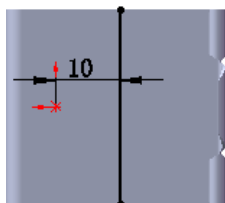
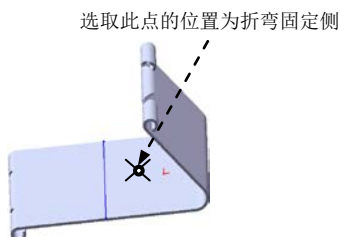

图 5.16 折弯线
图 5.17 要选取的固定侧
② 定义折弯线草图。在草图环境中绘制图 5.16 所示的折弯线。
③ 选择下拉菜单 **插入(I)** → **退出草图** 命令，退出草图环境，此时系统弹出“绘制的折弯”对话框。
(3) 定义折弯固定侧。在图 5.17 所示的位置处单击，确定折弯固定侧。